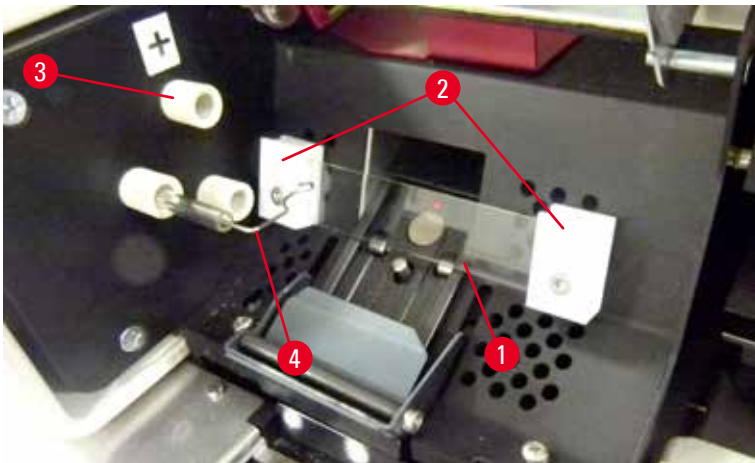

図 17
5. コンタクトスプリング (→「図 16-2」) / (→「図 17-4」) がランプの点火ワイヤ (→「図 18-1」) から外れていることを確認します ((→「図 17」) も参照)。